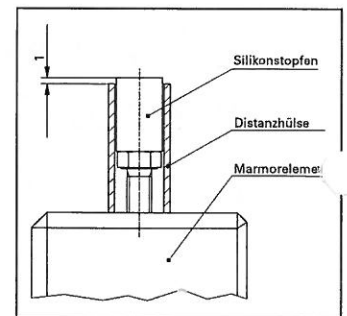

Abb. 5
- Schrauben soweit eindrehen, bis die aufgesetzten Silikonstopfen etwa 1 mm über die Oberkante der Distanzhülse hinausragen (siehe Abb. 5).